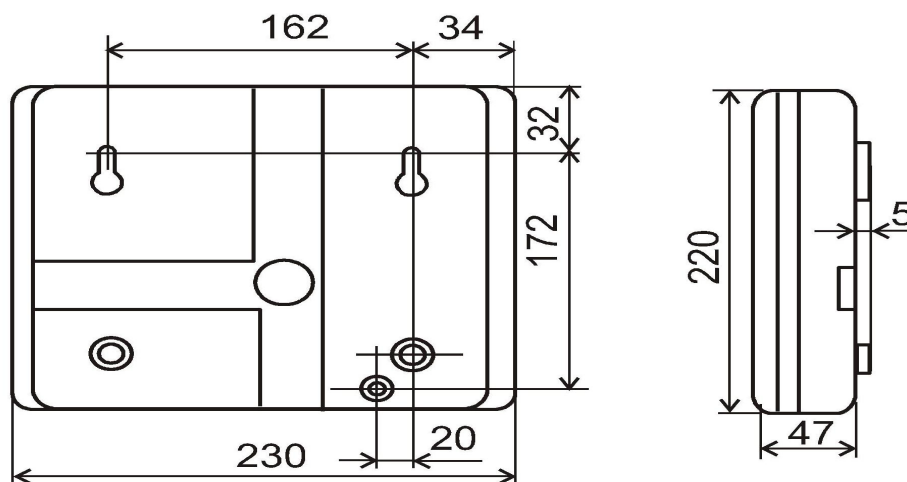

Рис.2 Габаритные и установочные размеры Прибора.
Установку Прибора и ШС вести в соответствии с требованиями РД 78.145-93. Прибор устанавливается в помещении, в удобном для обслуживания месте. Прибор крепится к стене на высоте, удобной для наблюдения за индикацией. Прибор навешивается на два шурупа, предварительно ввинченных в стену и фиксируется другим шурупом через отверстие в дне корпуса (см. Рис.2).
- 1) Завернуть в стену два шурупа и подготовить место для фиксирующего шурупа по установочным размерам рис.2;